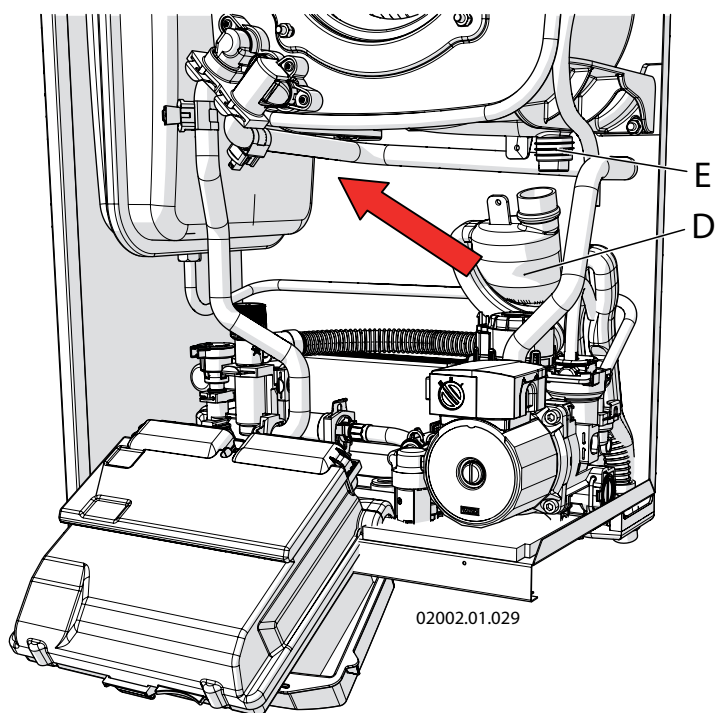

Figura 8.6 - Smontaggio sifone raccogli condensa
- 1.- con la caldaia accesa, aprire al massimo un rubinetto dell'acqua calda sanitaria in modo che il bruciatore si pone alla potenza massima e il livello di liquido presente all'interno del serbatoio del sifone "D" (vedi figura 8.6), si abbassa;
- 7.- estrarre verso l'esterno il sifone (vedi figura 8.6) facendo attenzione a scollegare i tubi di raccolta dell'acqua proveniente dalla parte superiore della caldaia e dalla valvola di sfogo aria.